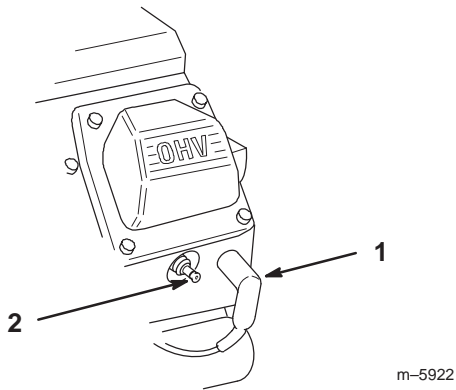

Figure 39
3. Débranchez les fils des bougies (Fig. 39).
3. Rebranchez les bougies (Fig. 39).